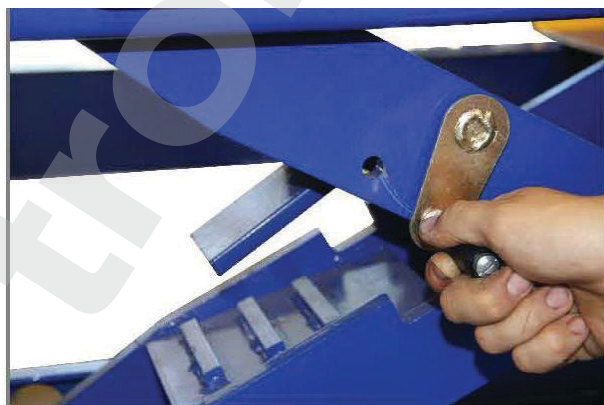

Рис. 8
2. Вручную зафиксируйте траверсу при помощи защелки с рукояткой, см. рис. 8.